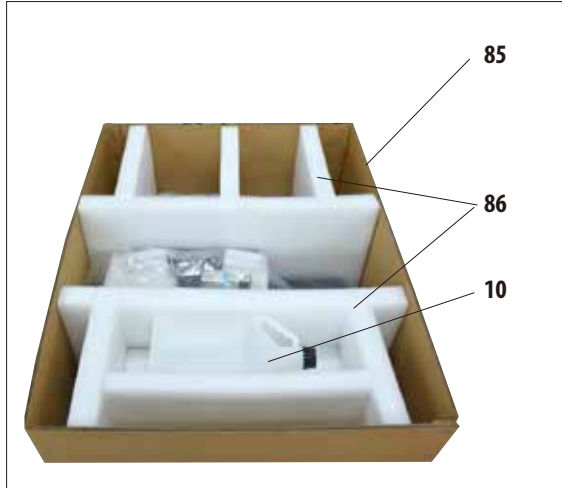

Bild 6
- Börja med att ta upp extra-RTU-flaskan (10) ur transportskydden.
- Ta bort de båda transportskydden (86) av skumplast (bild 6).
- Därefter avlägsnar du förpackningens ytterhölje (85) från lastpallen (87) genom att dra höljet uppåt.